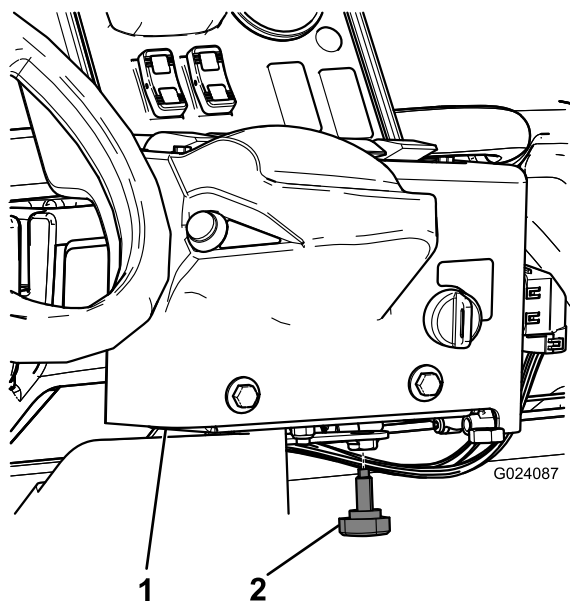

Рисунок 15
3. Установите ручку для предотвращения поворота консоли во время работы (Рисунок 15).